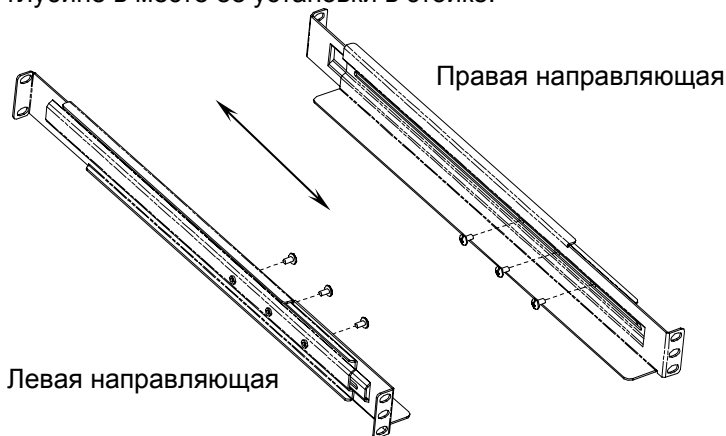

Рис. 1. Предварительная установка левой и правой направляющих
1. Сначала установите охватываемые направляющие стойки, которые можно регулировать по глубине, см. рис. 1. Вставьте винты в левую и правую направляющие, не затягивая их.